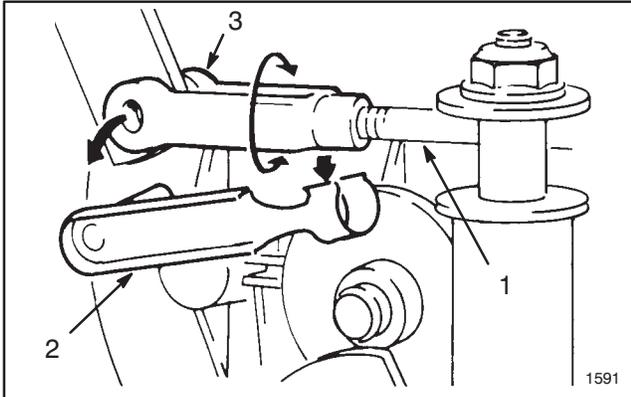

Abbildung 19
14. Das Deckeingriffsstangenende an der linken Seite des Getriebes ausfindig machen (Abb. 19). Die Lastösenbolzenhalterung entfernen und die Öse zur Verlängerung oder Verkürzung der Stange drehen, bis der gewünschte Spielraum zwischen Riemen und Scheibe erreicht ist.